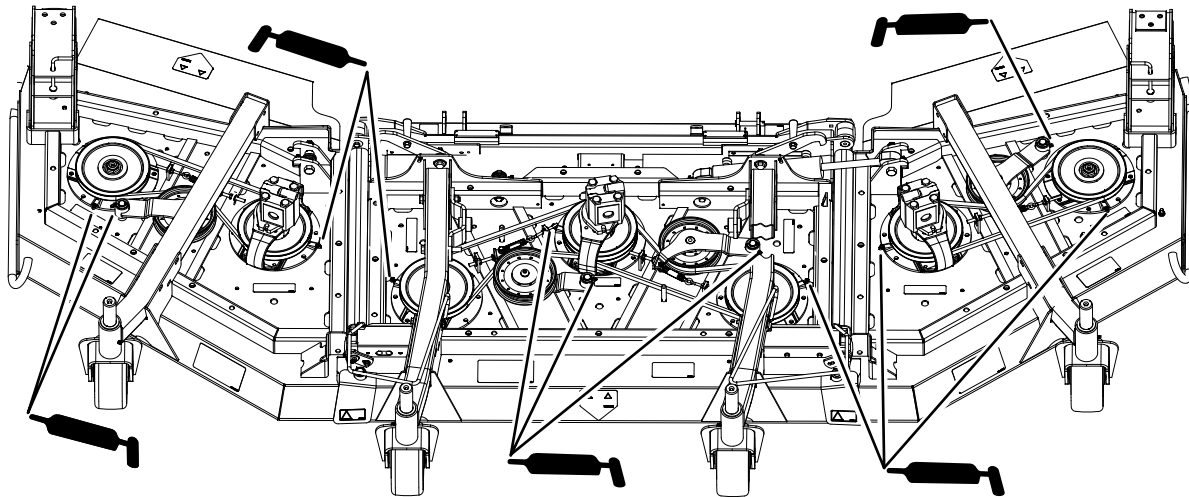

**Figura 82**
- 2 boccole dell'albero della forcella della ruota orientabile (Figura 82)